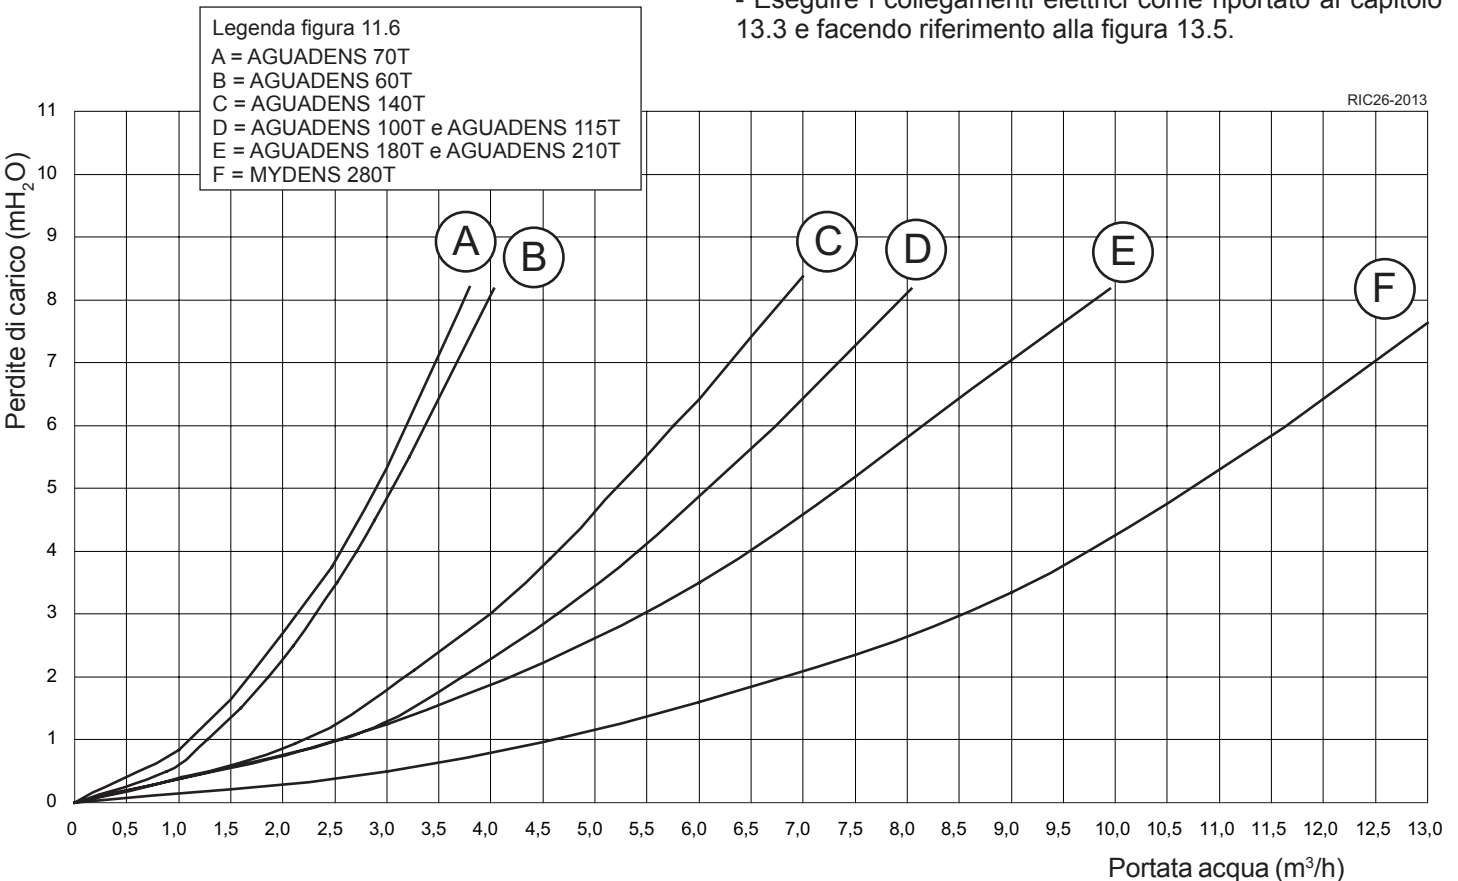

Figura 11.6 - Resistenze idrauliche dei modelli AGUADENS "60T-280T"
Questo scaldabagno deve essere sempre abbinato ad un bollitore di piccole o grandi dimensioni. Per caricare il bollitore è necessario installare una pompa di circolazione per acqua calda sanitaria. La resistenza idraulica dello scaldabagno è riportata sotto forma di grafico in figura 11.6. Per il dimensionamento corretto della pompa il progettista deve tener conto, oltre alla resistenza dello scaldabagno, della resistenza del bollitore e della resistenza dell'impianto di collegamento. Per il collegamento elettrico fare riferimento alle figure 13.5 e 13.6.
- Se l'acqua ha una durezza compresa fra 8 e 13°F, questa è acqua dolce e occorre dimensionare l'impianto per ottenere una velocità minima dell'acqua di 1,2 m/sec (vedere figura 11.6 per la portata corrispondente);
- Se l'acqua ha una durezza compresa fra 13 e 22°F, questa è acqua normale e occorre dimensionare l'impianto per una velocità minima dell'acqua da 1,2 a 2,4 m/sec (vedere figura 11.6 per la portata corrispondente);
- Se l'acqua ha una durezza compresa fra 22 e 40°F, questa è acqua dura e occorre dimensionare l'impianto per una velocità minima dell'acqua di almeno 2,4 m/sec (vedere figura 11.6 per la portata corrispondente);